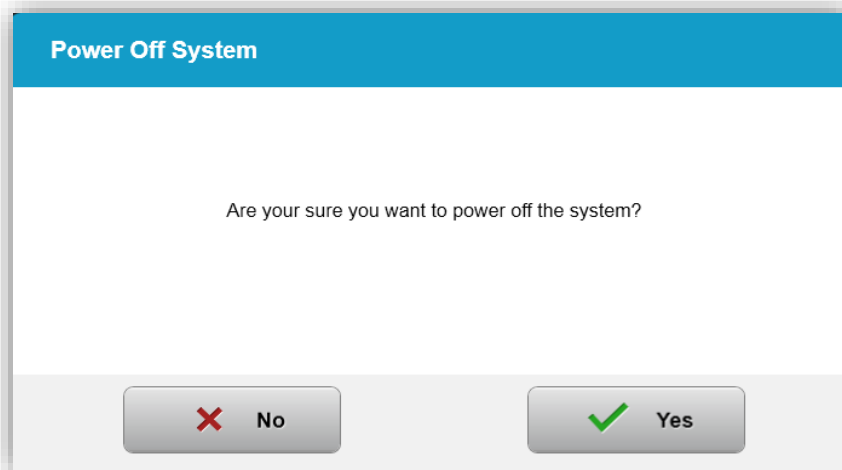

Figura 3-49. Confirme Apagar (Power Off)
- Confirme el apagado del sistema seleccionando “Sí” (Yes), tal como se muestra en la figura 3-49.